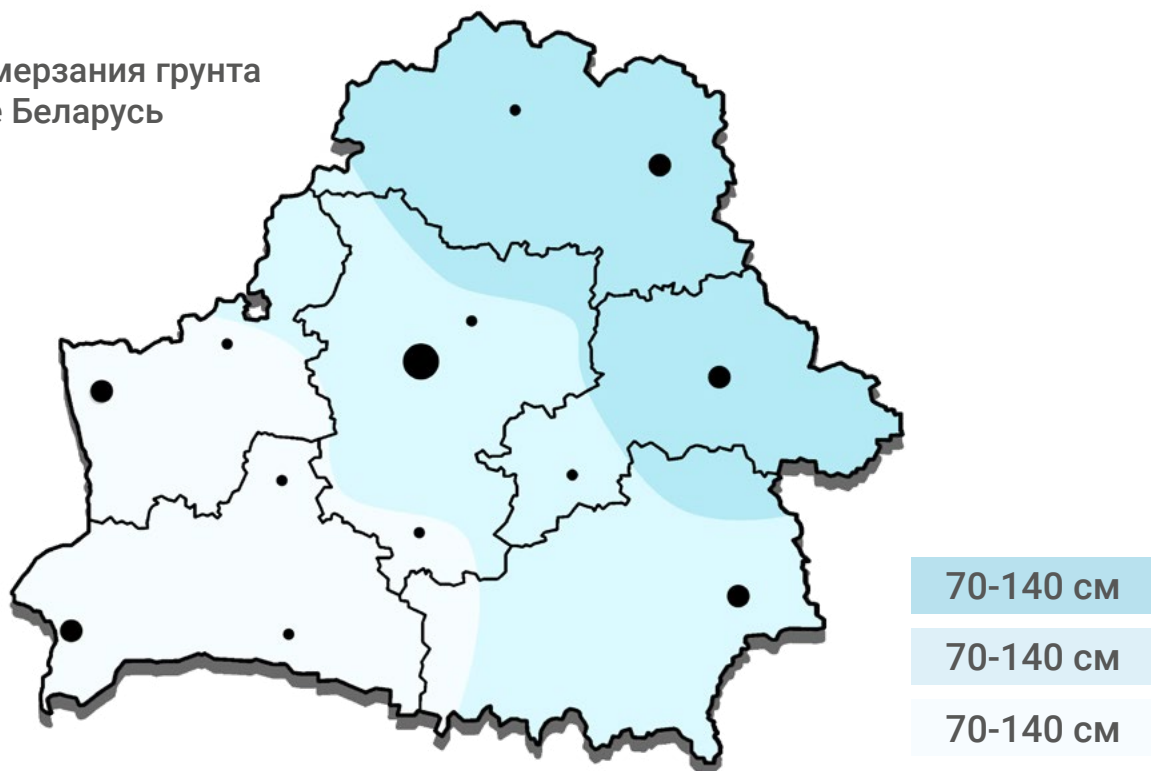

Рис. 9
1. Свайно-ростверковый и ленточный фундамент нужно залить ниже уровня промерзания грунта\* (рис. 9).